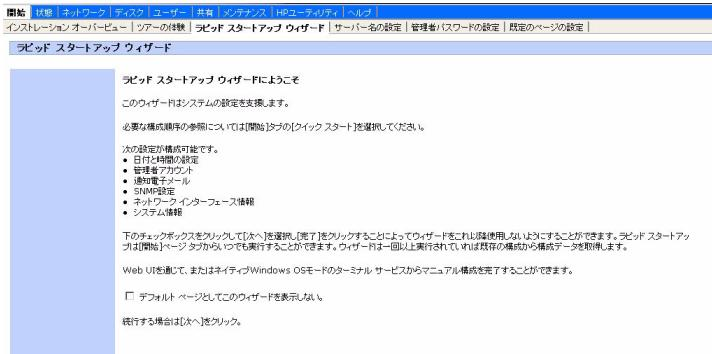

図 1 [ラピッド スタートアップ ウィザード] 画面
4. WebUI にログインします。**図 1** に示すように、ターゲット HP ProLiant ストレージ サーバ上で、WebUI 設定アプリケーション（ラピッド スタートアップ）が起動します。
5. **図 1** に示すように、Internet Explorer を開き、ターゲット ストレージ サーバ上で、WebUI 設定アプリケーション（ラピッド スタートアップ）を起動します。WebUI が起動しない場合、「`LocalHost`」に接続し、WebUI にログインしてください。
Internet Explorer ウィンドウを開き、図 1 に示すように WebUI がラピッド スタートアップ ウィザードになっていることを確認してください。